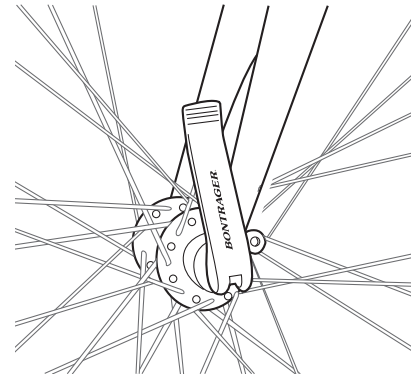

Figure 42. Position du levier avant
4. Alignez les leviers de telle sorte qu'ils ne touchent aucune pièce du vélo et aucun accessoire (tel qu'un porte-bagages ou des garde-boues) et qu'aucun obstacle sur le parcours du vélo ne puisse accrocher les leviers (Figures 42 et 43).